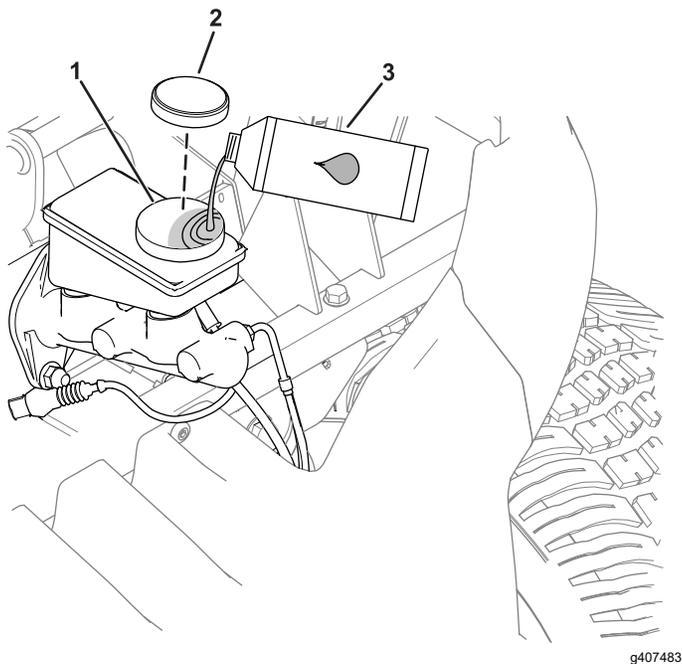

Figura 41
1. Retire el capó para acceder al cilindro de freno principal y al depósito (Figura 41).
- A. Limpie la zona alrededor del tapón del depósito y retire el tapón (Figura 41).
- C. Coloque el tapón del depósito (Figura 41).